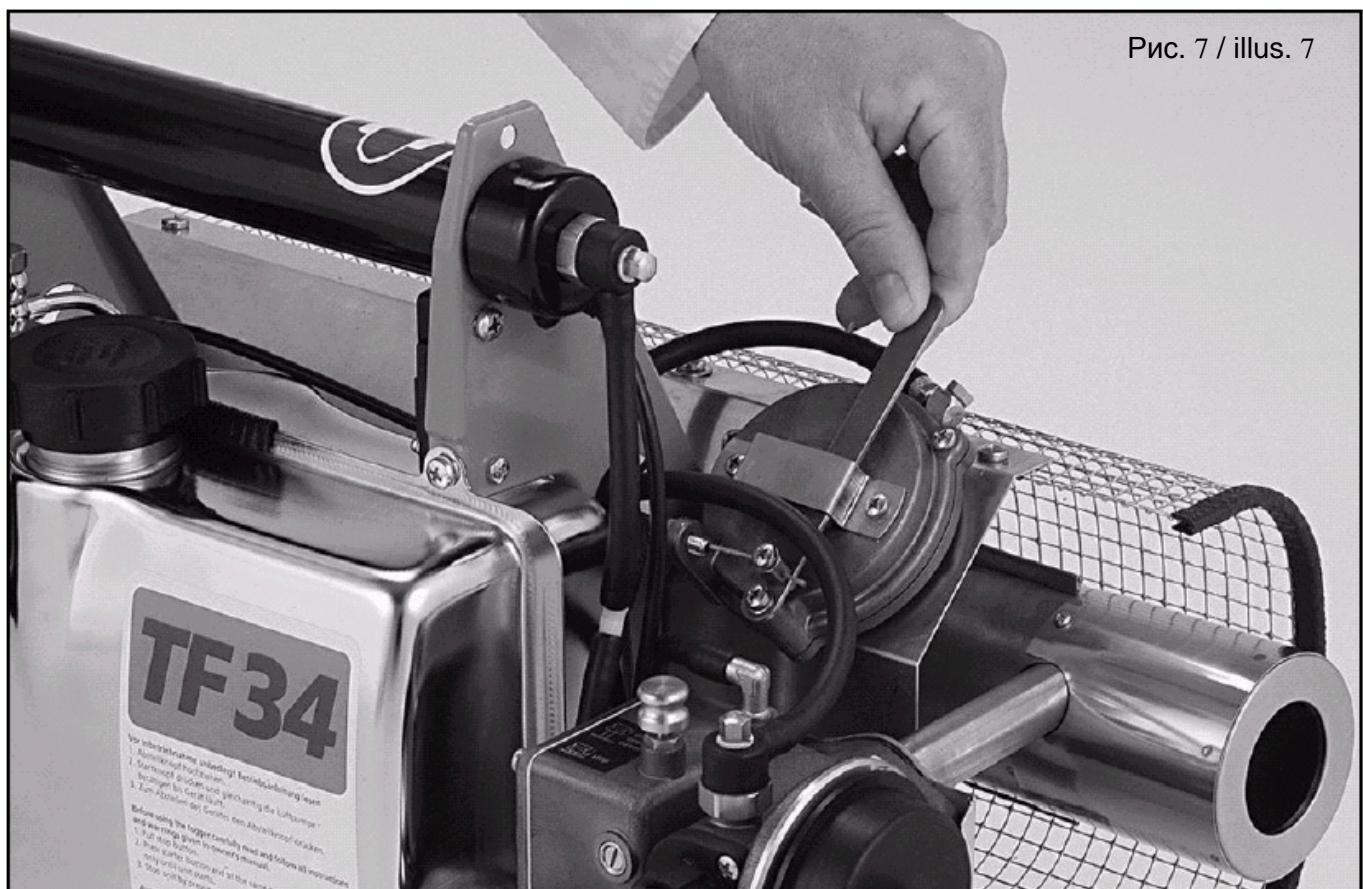

Рис. 7 / illus. 7
– Подготовьте устройство обычным образом и запустите его, откройте кран рабочего раствора (120), рычаг обращен вниз (рис. 6). Туман еще не будет выходить, он будет выходить тогда, когда рычаг (320/10) аварийной отсечки (рис. 7) будет сдвинут вправо и штифт поршня (320/5) будет помещен в верхнее отверстие рычага (320/10), теперь устройство аварийной отсечки находится в открытом положении; оно остается открытым и закрывается только тогда, когда устройство останавливается.
Устройство аварийной отсечки «E» не требует особого технического обслуживания; достаточно, например, перед запуском нажать рычаг (320/10) в открытое положение (рис. 7) и затем отпустить, чтобы посмотреть, возвращается ли он в закрытое положение при помощи пружины (321/5).